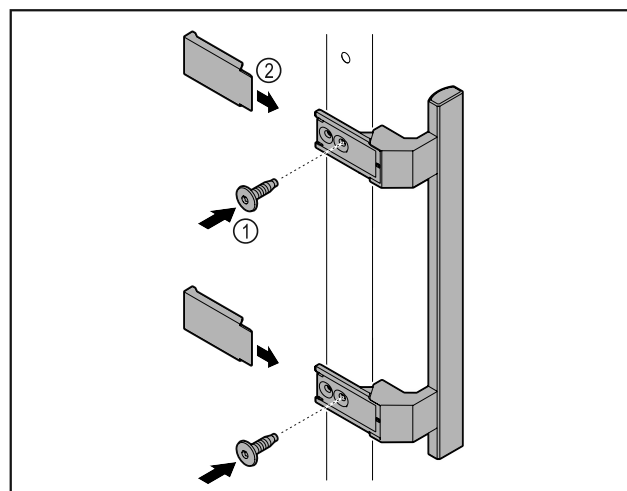

Fig. 3
- Установите на двери ручку из набора принадлежностей, используя прилагающиеся винты Fig. 3 (1).
- Установите крышку Fig. 3 (2).